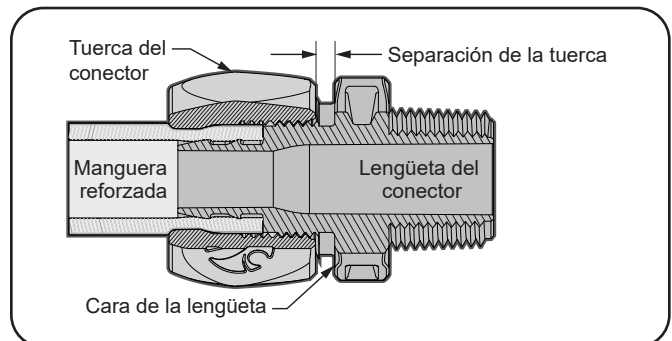

Figura 8. Accesorio de conexión rápida
10. Deslice la manguera sobre las lengüetas hasta lograr un ajuste preciso. Consulte la Figura 8.